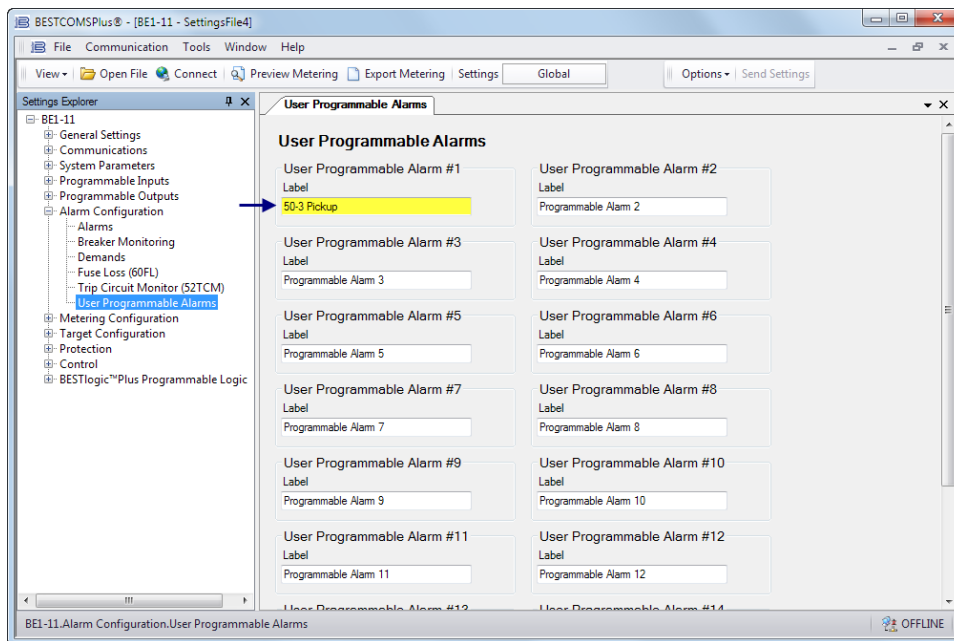

Figure 19. Écran Alarmes programmables par l'utilisateur
Step 14: Dans l'Explorateur des paramètres (Settings Explorer), développez les menus Configuration des alarmes (Alarm Configuration), Alarmes programmables par l'utilisateur (User Programmable Alarms) et donnez un nom à l'alarme programmable par l'utilisateur #1 (User Programmable Alarm #1) comme indiqué dans la Figure 19.